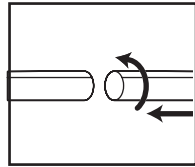

FIGURA 11
14. Acople las varillas de extensión al extremo del accesorio de la manguera. Tuerza ligeramente para apretar la conexión. **FIGURA 11.**